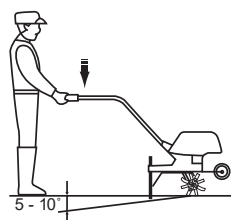

Fig. 27
3. Mantenha o produto sempre bem agarrado. Para melhor orientação, aplique uma pressão ligeira nas pegas aderentes (3) para que o deslize (26) se mova até ao chão (fig. 27).